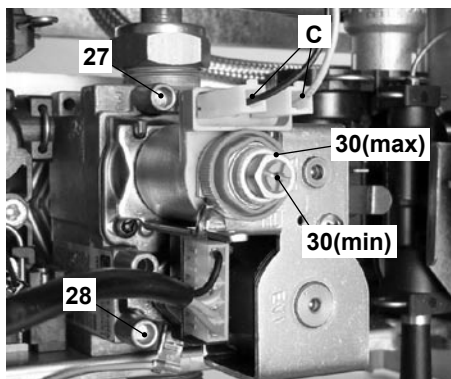

Figura 7.5
- Aprire la presa di pressione 27 in Figura 7.5 e collegare un manometro.
- A caldaia spenta (fuori servizio), controllare la pressione di alimentazione utilizzando la presa 28 in Figura 7.5 e confrontare il valore letto con quelli riportati nella tabella Pressioni di alimentazione gas nella sezione "Dati tecnici" pag. 18.
- Richiudere bene la presa di pressione 28 in Figura 7.5.
Per tarare la pressione al bruciatore agire sul dado esagonale grande in ottone dell'operatore modulante 30 (max) in Figura 7.5 (ruotando in senso orario la pressione aumenta).
- Sconnettere uno dei due fili di alimentazione "C" dell'operatore modulante 30. Fare attenzione che non vada a toccare le parti metalliche della caldaia Figura 7.5
Per tarare la pressione al bruciatore agire sulla vite in plastica (30 (min) in Figura 7.5) tenendo fermo il dado esagonale in ottone grande (30 max in Figura 7.5) dell'operatore modulante (ruotando in senso orario la pressione aumenta).
- Collegare il filo di alimentazione "C" dell'operatore modulante Figura 7.5
- Chiudere la presa di pressione 27 in Figura 7.5